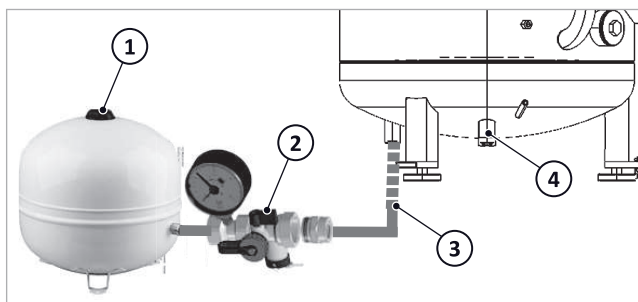

Fig. 4: MAG con gruppo di collegamento per SolvisBen
SolvisBen può essere ampliato con un impianto solare termico. Internamente dispone già di uno stratificatore solare ➔ fig. 4 (4) per la stratificazione ottimale dell'energia termica solare nell'accumulatore, e di tutte le funzioni di regolazione per la regolazione del sistema in modalità solare.